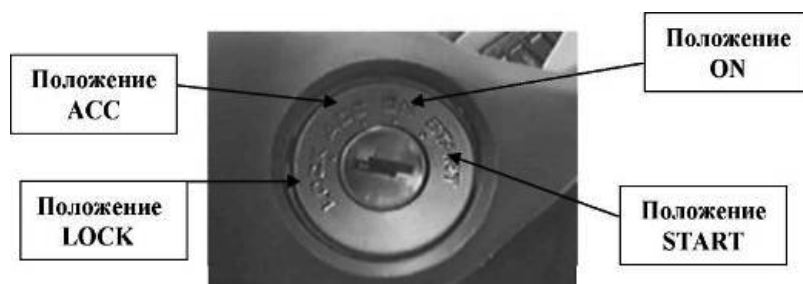

Рис. 3.12 Замок зажигания
3.7 Замок зажигания (рис. 3.12)